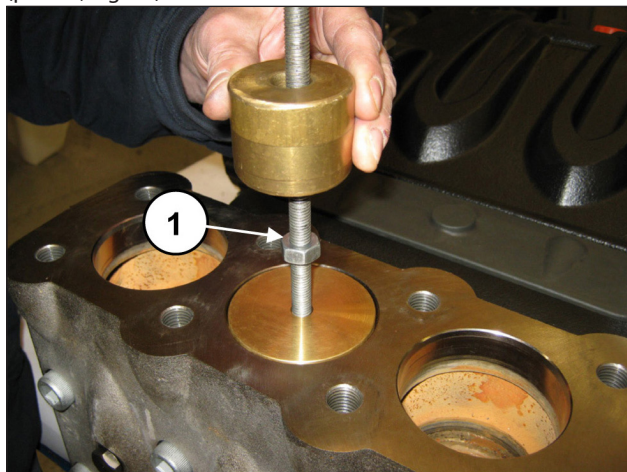

Fig. 96
Estrarre il tappo valvola mediante l'utilizzo di un estrattore a massa battente da applicare al foro M10 del tappo valvola (pos. ①, Fig. 96).